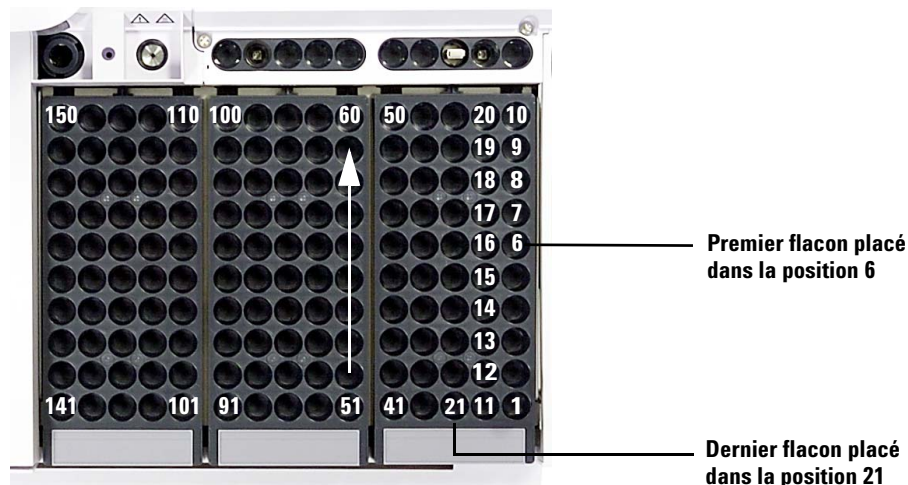

Figure 59 Chargement des positions dans le porte-échantillons
*Vous devez utiliser la tourelle de transfert. Placez jusqu'à 150 échantillon dans les trois racks de flacons en respectant la séquence programmée. **Figure 59** montre le plateau chargé pour une séquence utilisant les positions de 6 à 21.*